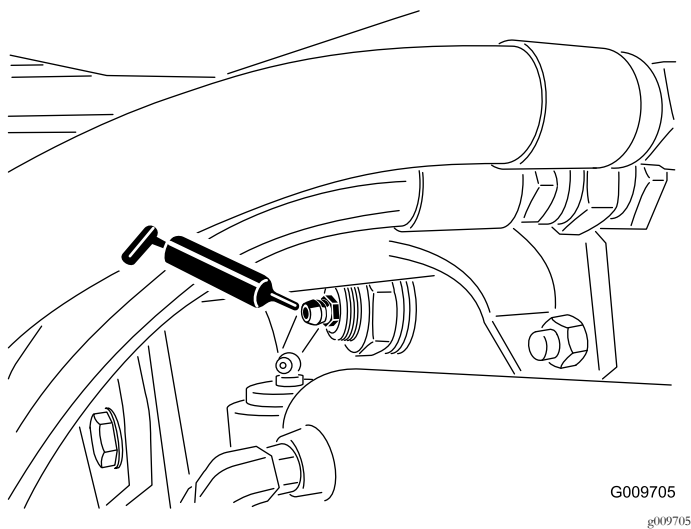

Bild 33
- Hinterachsen-Drehbüchsen (2), wie in Bild 33 abgebildet